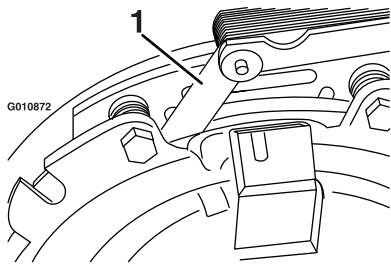
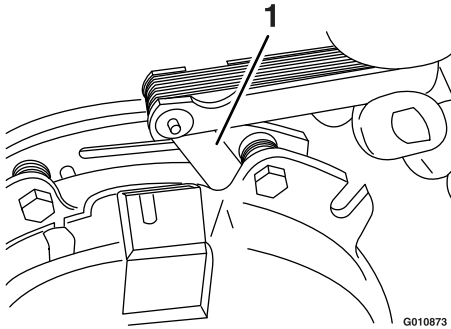

Figure 74
Figure 75
- E. A l'aide d'une jauge d'épaisseur de 0,25 mm (0,01 po), vérifiez qu'il existe un entrefer entre le rotor et la face de l'induit, de chaque côté du pôle de frein, comme montré à la Figure 74 et la Figure 75.